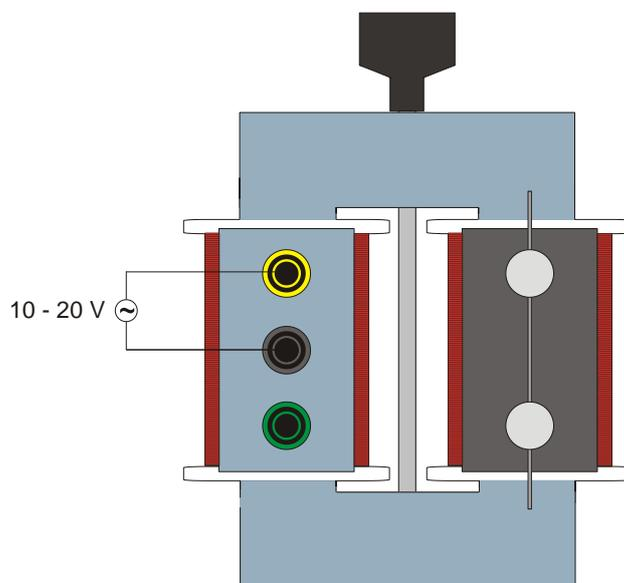

Fig. 1 Montage expérimental
- Montez le transformateur comme le montre la fig. 1 et placez-le sur un support résistant à la chaleur.